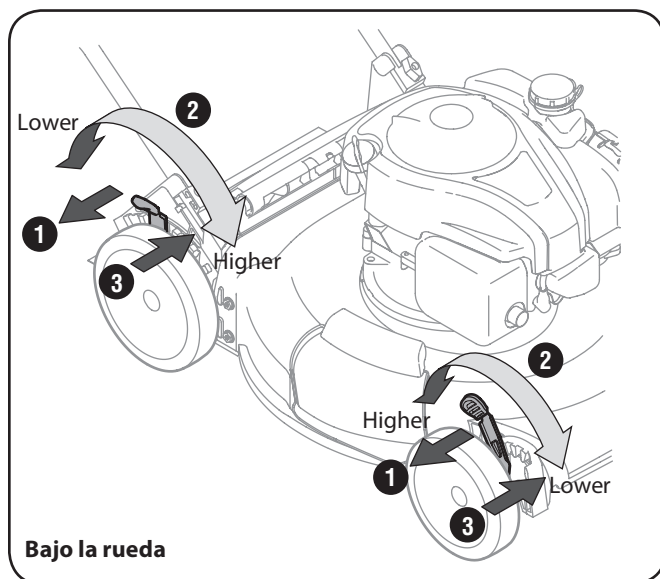
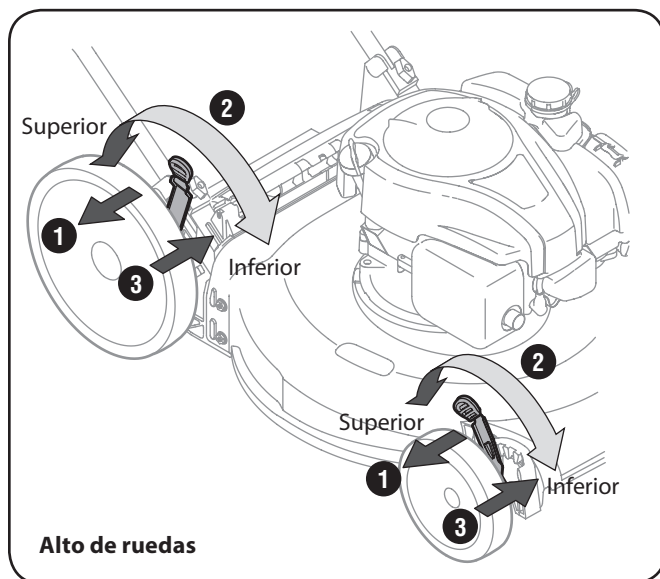

Figura 3-11
Figura 3-12
2. Muévela a cualquier de las posiciones para la altura de corte deseado. Vea Figura 3-11 y Figura 3-12.